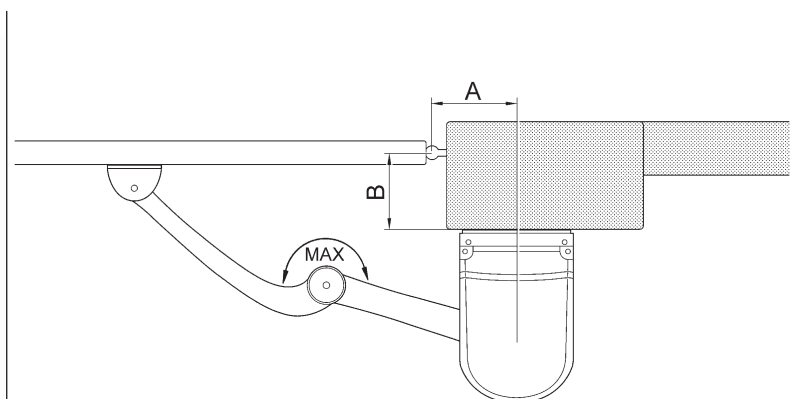

Рис. 5
2.3) Установка (Рис.5)
Используя шпильки и стопорные кольца скрепите прямой и изогнутый рычаги между собой и изогнутый рычаг с кронштейном створки. Монтаж кронштейна на створке выполняйте на максимальном удалении от столба ворот, разведя рычаги как можно шире (Рис.5). Фиксацию кронштейна выполняйте сваркой или крепежом, подобранным в зависимости от материала створки.